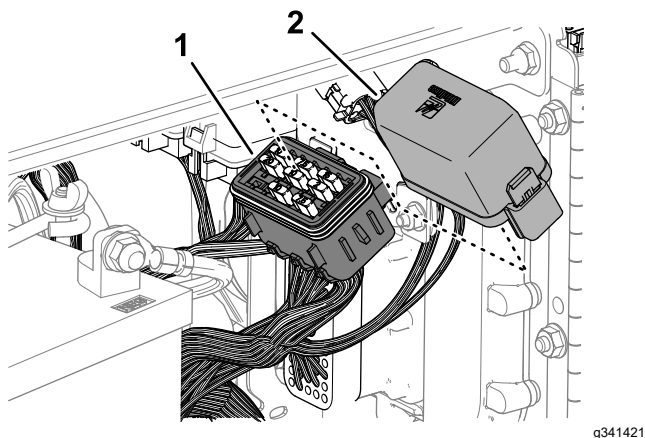

**Figura 161**
2. Rimuovete il coperchio dal portafusibili (Figura 161).